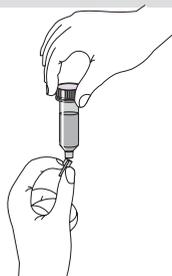

図 1. 末端に折り易いストッパーがついた DyeEx 2.0 (ねじる必要なし)
3. スピнкаラム末端のストッパーを折って (図 1)、スピнкаラムを 2 ml カラムチューブ (添付) にセットする。